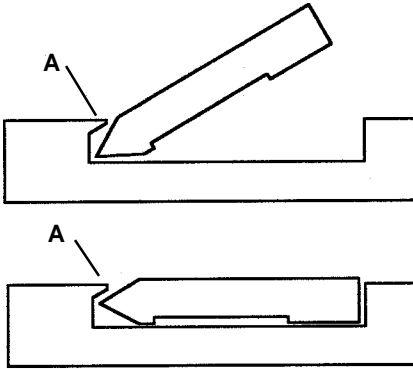

Abbildung 3
3. Halten Sie eine volle Ladung der Rahmennägel mit der Kleberseite nach unten in einem Winkel und mit den scharfen Spitzen der Nägel unter der Lippe der Magazineinnenseite, wie unter A in Abbildung 3 gezeigt.